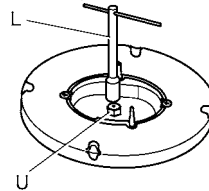

Fig.8
- Con una llave de tubo L destornille la boquilla U (fig.8) y sustitúyala con la correspondiente.